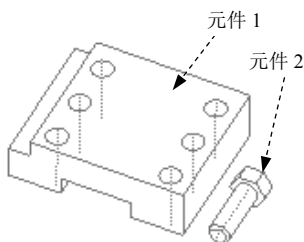
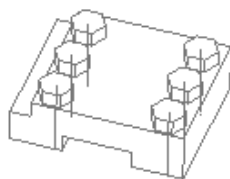

图 5.5.1 装配前
图 5.5.3 元件阵列
如图 5.5.1 至图 5.5.3 所示，元件“参考阵列”是以装配体中某一零件中的特征阵列为参考，来进行元件的阵列。图 5.5.3 中的 6 个阵列螺钉，是参考装配体中元件 1 上的 6 个阵列孔来进行创建的，所以在创建“参考阵列”之前，应提前在装配体的某一零件中创建参考特征的阵列。
在 Creo 中，用户还可以用参考阵列后的元件为另一元件创建“参考阵列”。在图 5.5.3 的例子中，已使用“参考阵列”选项创建了 6 个螺钉阵列，因此可以再一次使用“参考阵列”命令将螺母阵列装配到螺钉上。
Step3. 在“阵列”操控板的阵列类型框中选取 **参考**，单击“完成”按钮。此时，系统便自动参考元件 1 中的孔的阵列，创建图 5.5.3 所示的元件阵列。如果修改阵列中的某一个元件，则系统就会像在特征阵列中一样修改每一个元件。